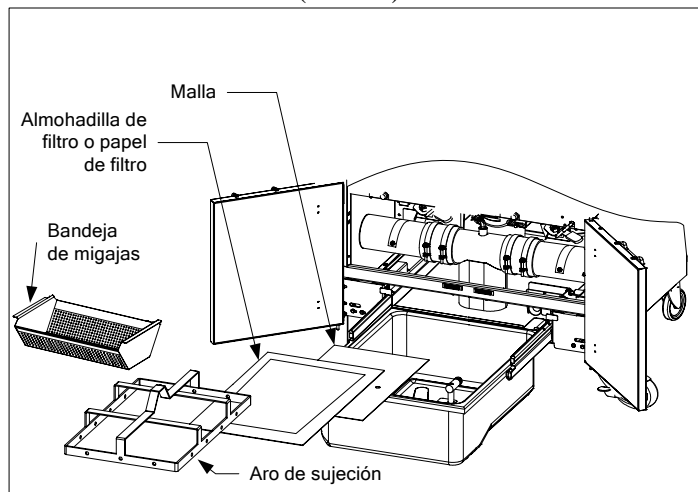

Figura 1
1. Extraiga la fuente del filtro del gabinete y quite la bandeja de migajas, el aro de sujeción, la almohadilla (o papel) del filtro y la malla de filtro. (Vea la Figura 1) Limpie todas las piezas metálicas con una solución de Concentrado multipropósito McDonald's y agua caliente, luego séquelas totalmente.
4. Vuelva a instalar la bandeja de migajas en la parte delantera de la fuente. (Vea la Figura 1)